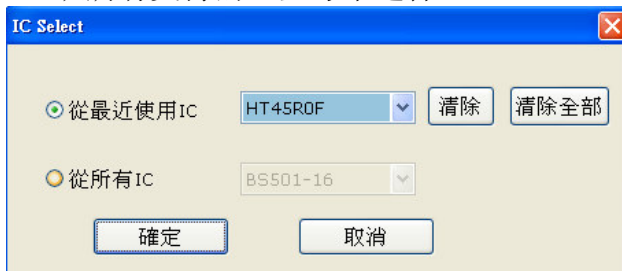

图 3-12
执行「选单/档案/选IC开始操作」后出现的对话框(图3-12)，用来选择所需操作的IC型号，可选择的来源分下列二种：
- 从已经用过的IC型号中选择。「清除」功能会将目前所选的IC型号从用过的IC型号列表中移除(如图3-12按下「清除」钮会将HT45R0F从列表中移除)，「清除全部」会将用过的IC型号列表全部清空